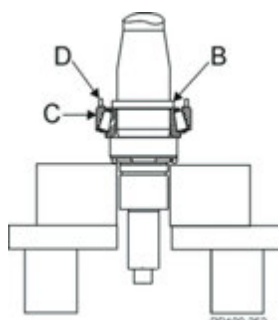

Abb.80 Einbau Distanzringe und untere Manschette
2. Positionieren Sie den vorderen inneren Distanzring (Abb. 80, Pos. B) auf der Welle auf den unteren Lagerkegel.